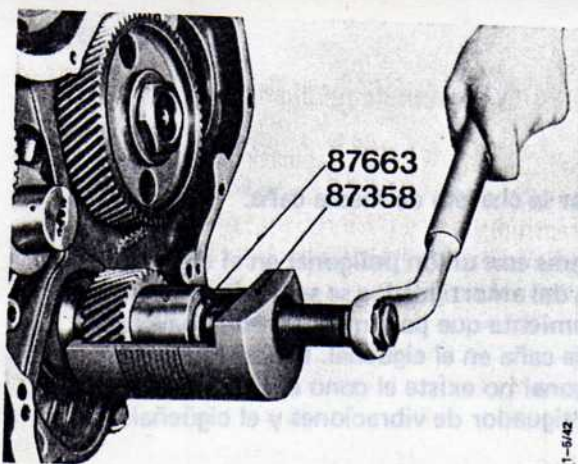

Fig. 99. Se saca el engranaje del cigüeñal
7. Quitar el engranaje intermedio y sacar el engranaje del cigüeñal con el extractor 87358 y el mandril de apoyo 87663. Vea fig. 99.